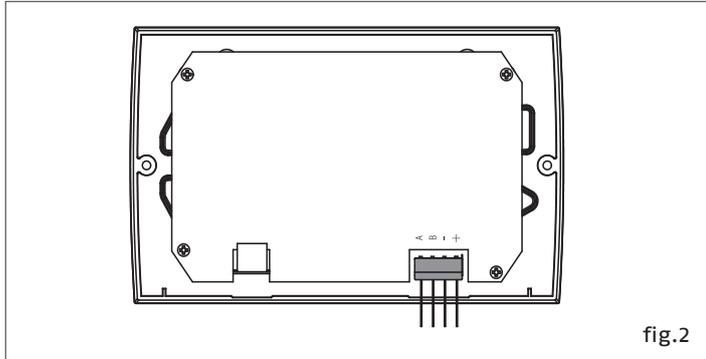

fig.2
- Collegare il cavo al connettore 4 poli del pannello comandi (D) come riportato in fig.2, rispettando le polarità.